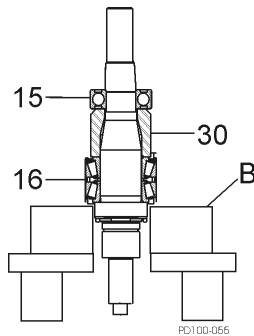

Figura 46 - Retirar los rodamientos del eje
11. Use una prensa hidráulica y bloques en V (Figura 46, artículo B) para quitar los rodamientos (artículos 15 y 16) y el espaciador (artículo 30)